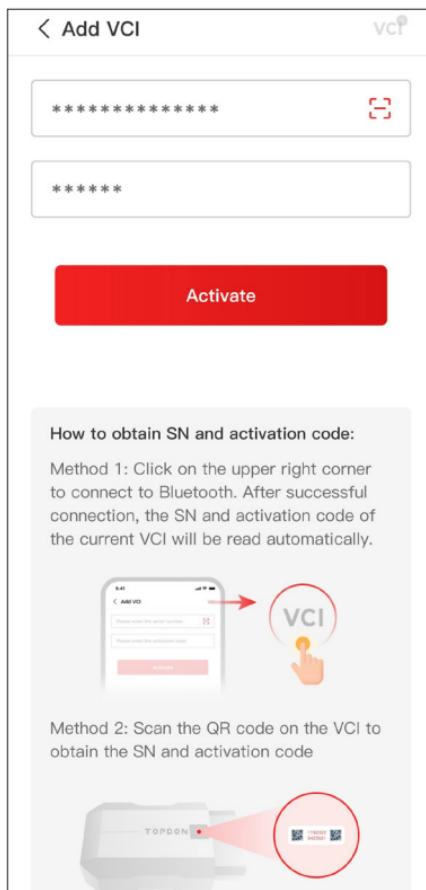

Рисунок 3-7
- ④ Выберите ваше устройство из списка найденных Bluetooth-устройств.
- ⑤ После успешного подключения к Bluetooth, серийный номер (SN) и код активации VCI будут прочитаны автоматически. Затем нажмите на **Активировать** (см. Рисунок 3-7).